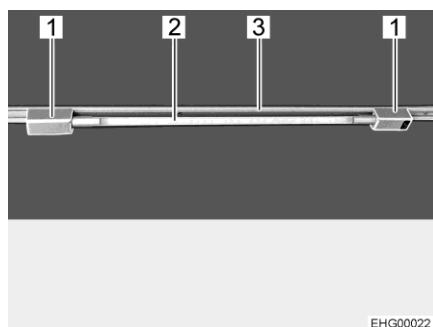

Bild 28 Röhrenleuchte
Röhrenleuchte einsetzen: ■ Beide Halter (Bild 28,1) in die Schiene (Bild 28,3) einsetzen. Dazu die Halter um 90° drehen.
■ Leuchtenkörper (Bild 28,2) in einen der Halter stecken.
Röhrenleuchte drehen: ■ Leuchtenkörper (Bild 28,2) drehen, bis die gewünschte Leuchtwirkung erreicht ist.